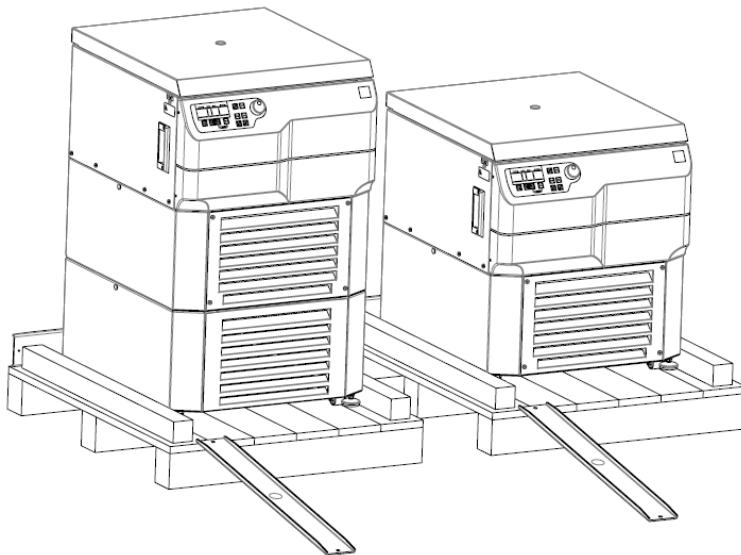

Figure 2
- Retirez les barres métalliques fixées à la palette et fixez-les au bord avant de la palette afin qu'elles puissent servir de rampe (voir figure 2). Utilisez les mêmes vis et veillez à ce qu'elles soient bien fixées.
- A l'aide de la clé à fourche fournie, remonter les pieds de la centrifugeuse jusqu'à ce qu'elle repose sur ses roulettes (cf. (voir également la figure 2)).